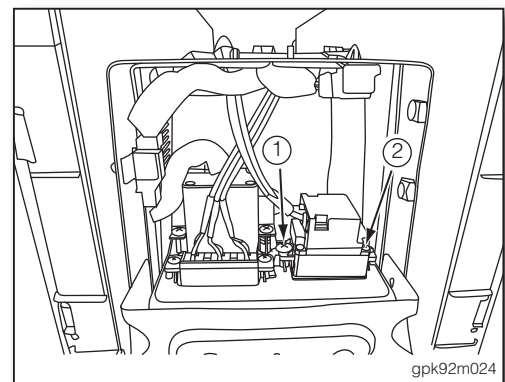

图 3
4. 由中央扶手后方, 拆下 USB 插槽的固定螺丝①、② (如图 3)。